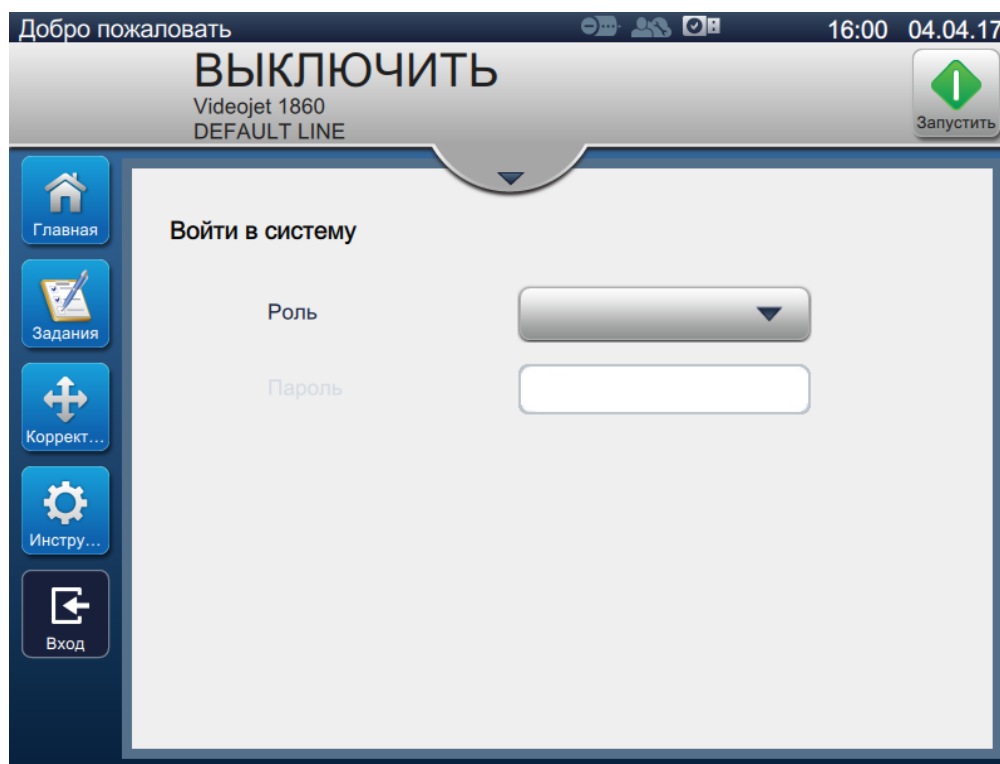

Рис. 4-2. Экран входа
1. Коснитесь кнопки , чтобы открыть экран входа в систему, как показано на Рис. 4-2.